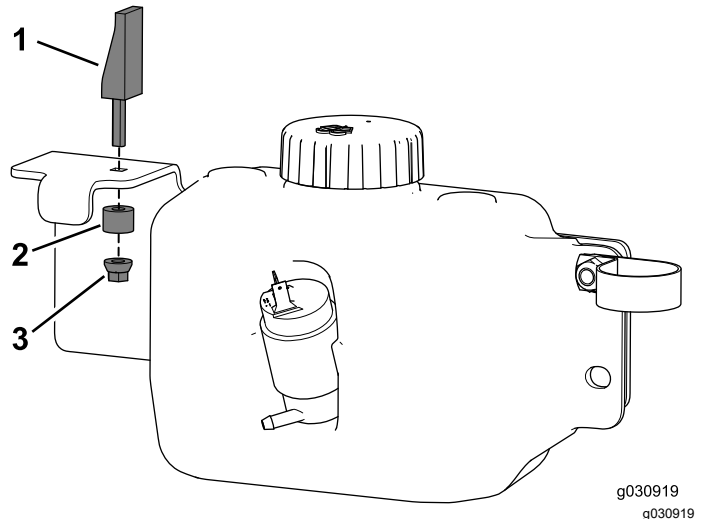

図 45
4. タンクマウントにスエルラッチアセンブリを取り付ける 図 45。